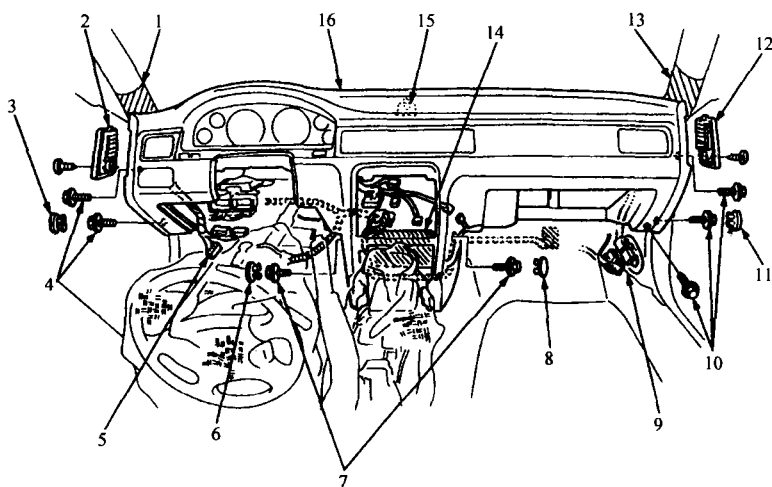
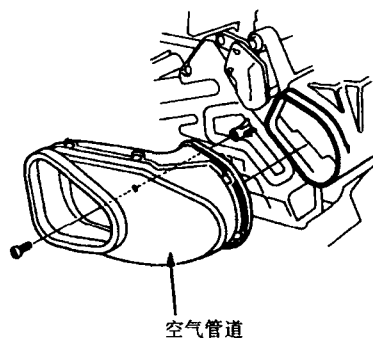
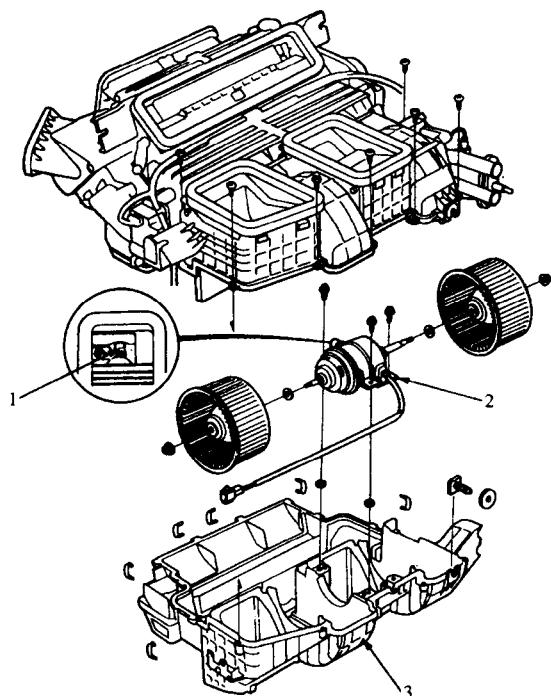

图 1-11 仪表板拆卸——魄力车型
图 1-12 空气管道——魄力车型
图 1-13 风机电动机——魄力车型
(3) 魄力车型 (图 1-11、图 1-12 及图 1-13)